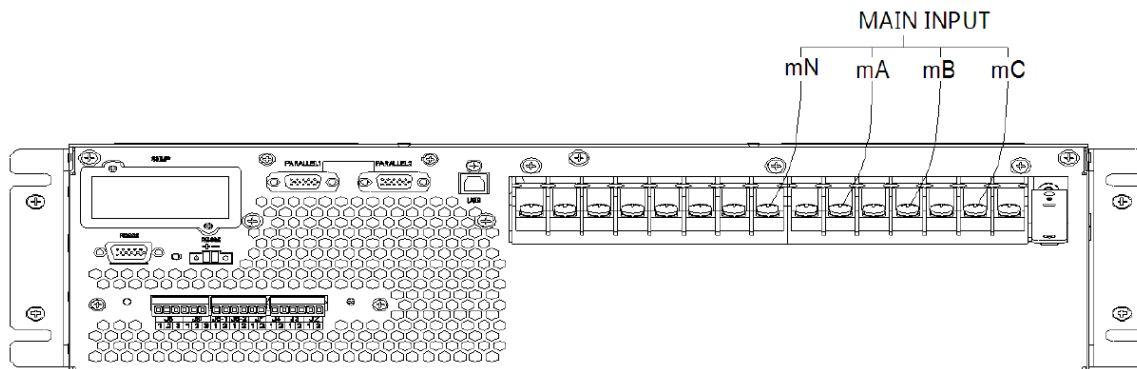

Рисунок 3-12. Подключение главного входа
- 1.1. Снимите все медные шины, подключите только входной кабель (нет байпаса/выхода/аккумулятора) (Рисунок 3-12).